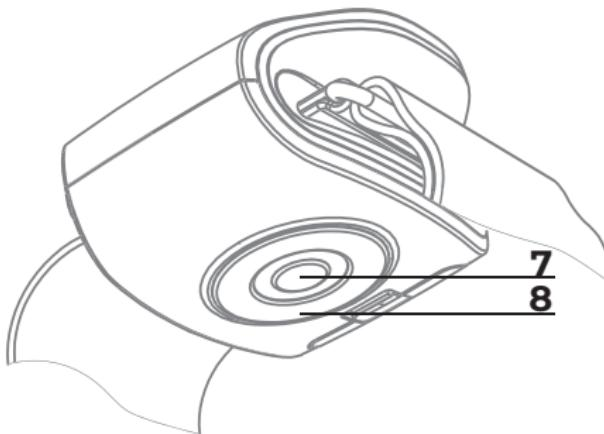

Рис.26. Конструкция и внешний вид (низ)
- 9.8. Обработайте электроды аппарата (поз.7, 8, рис.26) и кожу в области воздействия с помощью влажной салфетки или тампона, слегка смоченным водой.